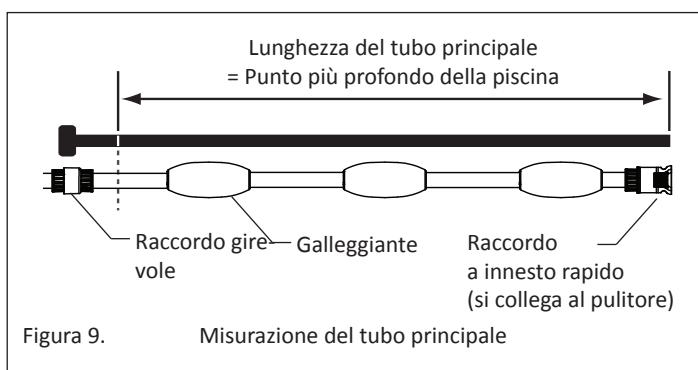

Figura 9.
2. Se la profondità della piscina è inferiore a 10 piedi, collegare il tubo principale flessibile color grigio chiaro, contrassegnato come sezione uno, dall'estremità con raccordo girevole. Tagliare il tubo principale, in modo che la sua lunghezza corrisponda alla parte più profonda della piscina. **Vedere figura 9.**